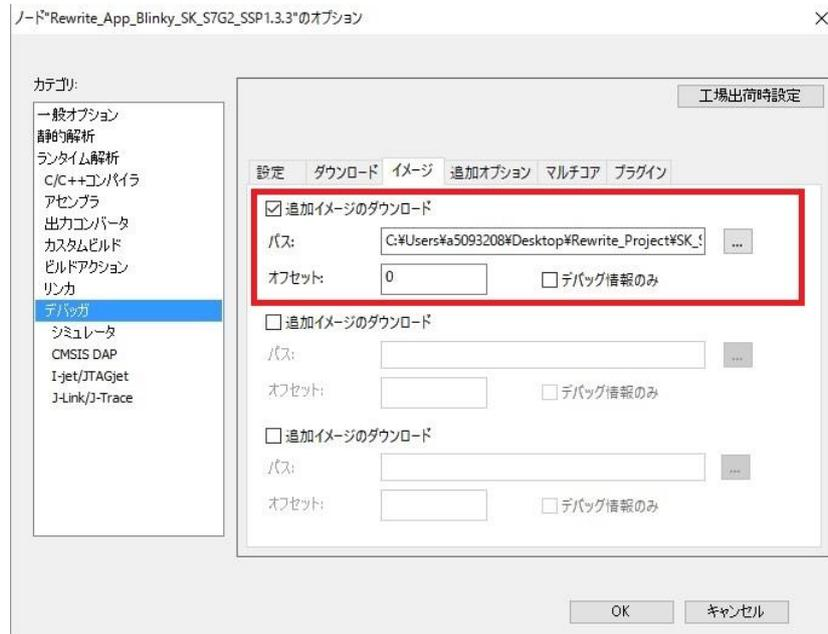

図 20 デバッグ時のイメージのロード(EWARM for Synergy)
4. ワークスペースウィンドウにおいて、Rewrite\_App\_Blinky\_{ボード名}プロジェクト名を「右クリック」→「オプション」を選択。表示されたオプションダイアログにおいて、「出力コンバータ」カテゴリをクリック→「追加出力ファイルを生成」にチェックし、ビルド時に srec ファイルが生成されるようにします。この際、図 20に示すように出力フォーマットが Motorola になっていることを確認します。
4. 同じく「デバッガ」カテゴリにおいて、「イメージ」タブをクリック。図 20に示すように、「追加イメージのダウンロード」のいずれかにチェックを入れ、パスにフラッシュローダーのプログラム (Rewrite\_FlashLoader\_{ボード名}.out) を指定します。オフセットに「0」を入力します。